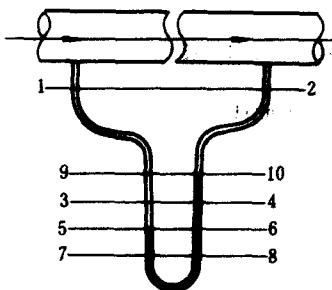

图 1-1 例 1-7 附图
例 1-7 水从水平管中流过，以 U 型管压差计测量两点间的压强差。(如图 1-1)。U 型管下部为指示液。1—2, 3—4, 5—6, 7—8, 9—10 均为水平线。试判断：(1) p_1 与 p_2 是否相等？ p_3 与 p_4 是否相等？ p_5 与 p_6 是否相等？ p_7 与 p_8 是否相等？(2) p_1 与 p_2 之关系如何？